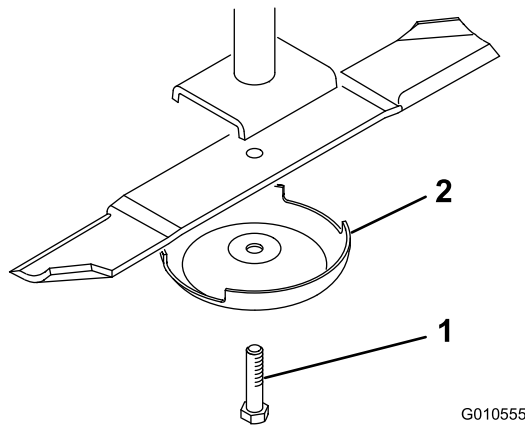

Figura 30
2. Afferrate l'estremità della lama con un cencio o un guanto bene imbottito. Togliete il bullone, la coppa antistrappo e la lama dall'asse del fusello (Figura 30).